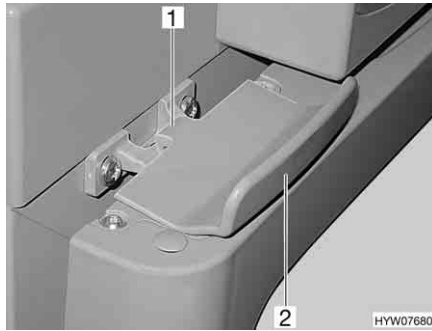

Fig. 173 Dispositif de verrouillage de la porte du réfrigérateur, fermé (Thetford)
*Ouvrir :* ■ Ouvrir la porte du réfrigérateur sur la poignée (Fig. 173,2). Le verrouillage (Fig. 173,1) sera débloqué automatiquement.